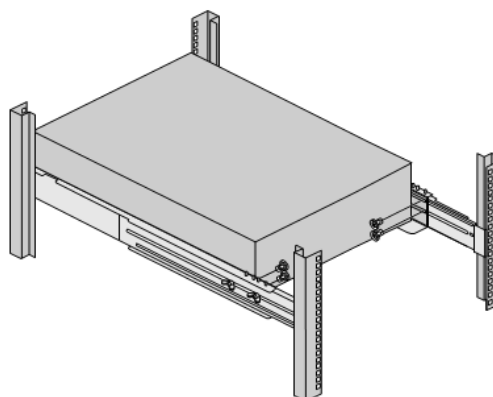

Abbildung 10. Montage der hinteren Fixierbügel
14. **Wahlweise.** Falls Sie die hinteren Fixierbügel montiert haben, befestigen Sie die Haltebügel an die hinteren Schienen mit zwei Schrauben pro Haltebügel (siehe Abbildung 10).